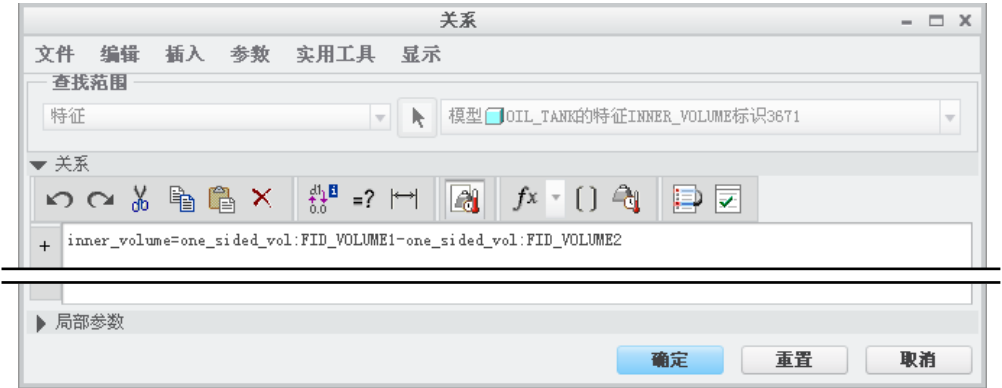

图 11.2.29 “关系”对话框
- ① 输入分析特征的名称：在 **名称** 下面的文本框中输入分析特征 INNER_VOLUME，并按回车键。
- ② 选择分析特征类型。在 **类型** 区域选中 **关系** 单选选项。
- ③ 选择再生请求类型。在 **重新生成请求** 区域选中 **始终** 单选选项。
- ④ 单击 **下一页** 按钮。
- (3) 在图 11.2.29 所示的“关系”对话框中，进行如下操作：
- ① 输入关系表达式：在“关系”对话框的编辑区输入关系表达式，参见图 11.2.29。
- ② 单击对话框中的 **确定** 按钮。